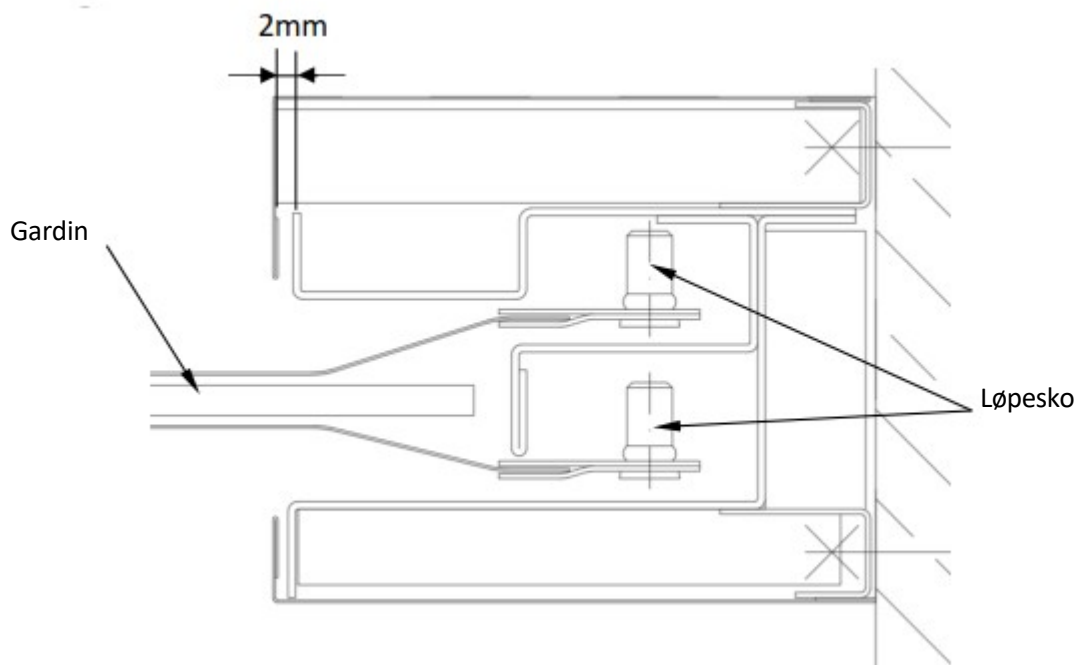

Fig. 28. Tverrsnitt av føringskinnen som gardinene griper inn i for korridorlukkingsinstallasjonen.
- Før gardinen inn i utsparingene i styreskinnene slik at løpeskoene ligger i hver sin kanal (som vist i fig. 28).